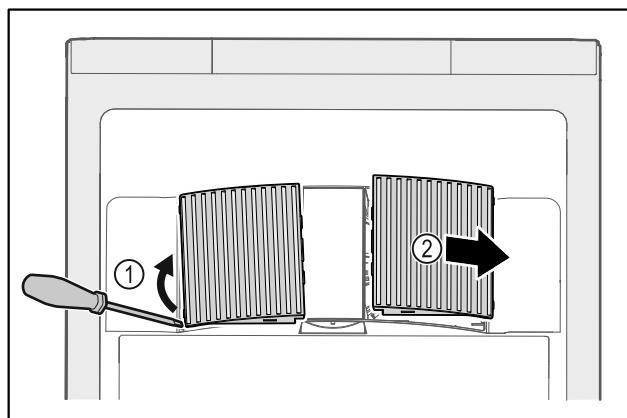

Fig. 201
- Осторожно подденьте крышки вентилятора сбоку Fig. 201 (1) и снимите их движением вперед Fig. 201 (2).